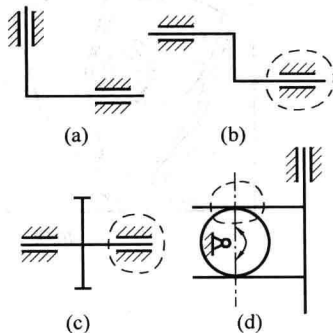
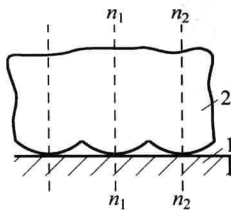

图 1.9 题 1.1.14 图
图 1.10 题 1.1.14 图
答 虚约束是不起真正约束作用的重复约束。如图 1.9 所示的两个机构,如图 1.9(a)所示,是真实约束,而如图 1.9(b)所示,虽然也是一个活动构件,两个低副却能动,这是因为两个低副都使构件不能转动,不能上下运动,只能水平运动,所以有一个是“虚”的。
(1) 两构件组成平行移动副或同轴转动副,如图 1.9(b)、图 1.9(c)所示。
(2) 两构件组成公法线平行的高副,如图 1.9(d)所示。但应注意,如果高副的公法线平行但不重合在一条线上,则不一定是虚约束。例如:如图 1.10 所示,高副的公法线为图中虚线,彼此间不重合,只能有 1 个虚约束。